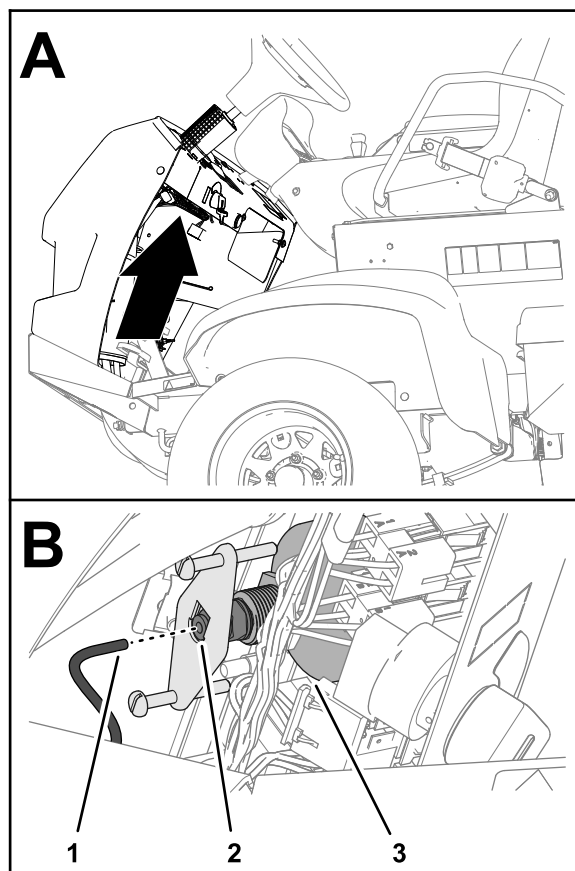

Bild 123
1. Stecken Sie das Manometerrohr in die Rohrkupplung auf der Rückseite des Manometers ein (Bild 123).